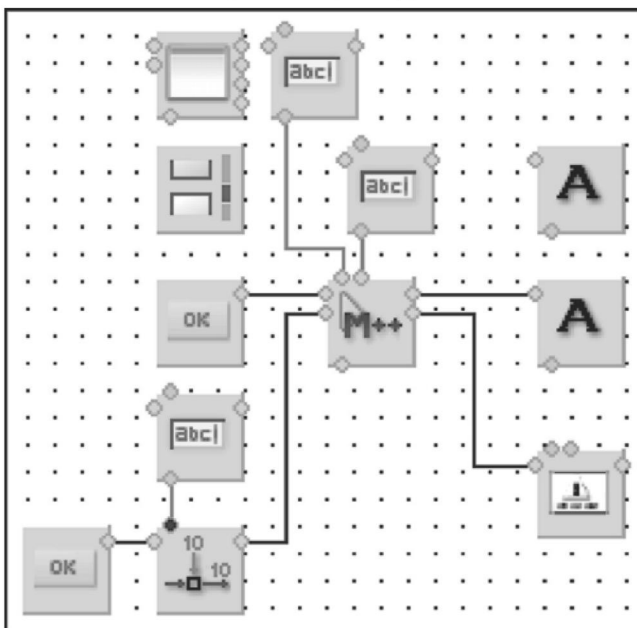

Рис.44
7) Запустить на выполнение базовую среду HiAsm. Открыть файл примера «MathParse.sha» из папки «...\compiler\Android\Example\» (**рис.44**). Как видно, внешний вид андроидных компонентов заимствован из базовой версии HiAsm. Экран планшета конструируется в редакторе формы.